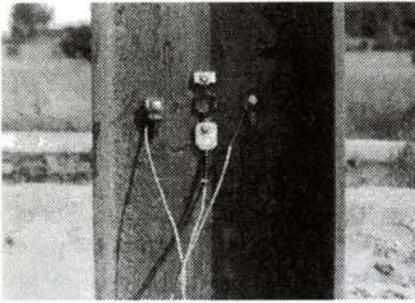

Abb. 2: Beschleunigungs- und Dehnungsgeber and einem Stahlpfahl
- "Intelligente Geber", deren Eichwerte zusammen mit den dynamischen Daten elektronisch an den PDA übertragen werden. (Abb. 2 zeigt einen Stahlpfahl mit angeschraubten Gebern.) Es kommt dann nicht zu Fehlern durch falsche Kabelverbindungen, unbekannte oder falsche Gebereichwerte.